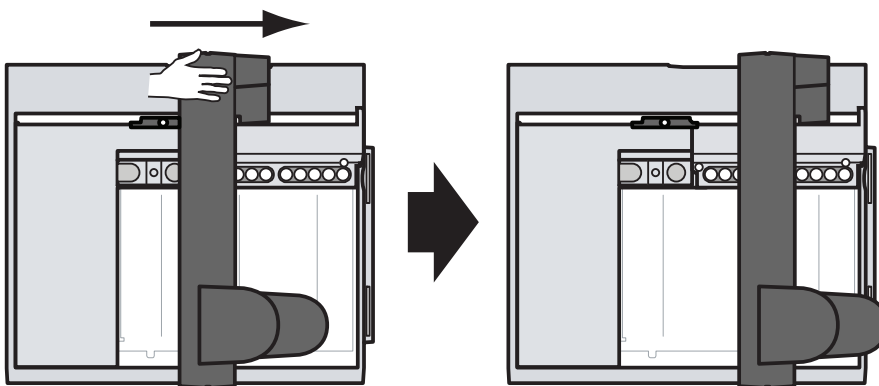

図 7 サンプルトレイの取り付けブラケットに向かってガントリをスライド
- 4 図 7 に示すようにガントリに手を置き、残っている出荷用クランプに手が届くまでガントリをサンプルトレイの取り付けブラケットに向かってゆっくり押し込みます。